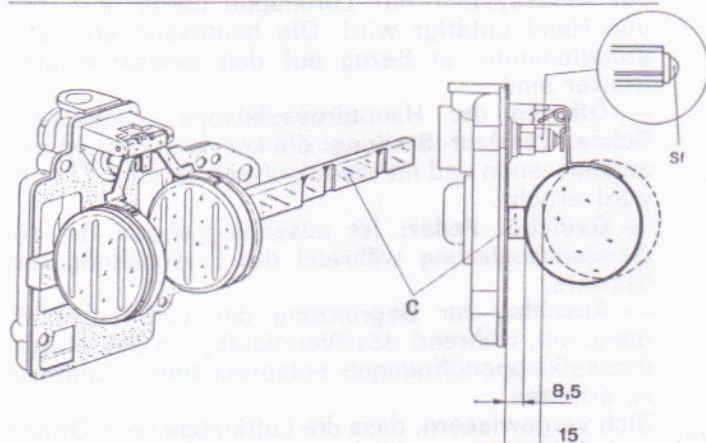

ABB. 44
a) Lehre **C** - Abb. 44 - wobei darauf zu achten ist, dass die Kugel der gefederten Nadel nicht eingedrückt wird. Im allgemeinen wird die Deckeldichtung entfernt, jedoch nur dann, wenn der Schwim-